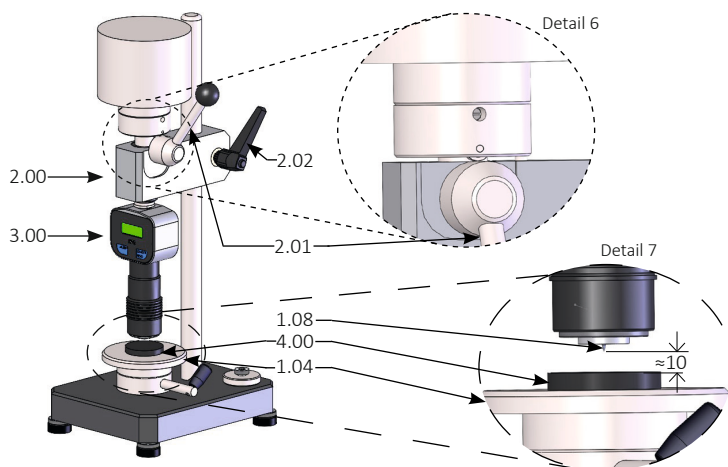

Fig. 7 Essai de dureté Shore D, C, D0
- › Déplacez le bras porte-pièce de sorte que le pénétrateur du duromètre (3.00) se trouve verticalement ≈ 10 mm au-dessus de l'échantillon à tester (voir Détail 6, Fig. 7).
- › Faites pivoter le levier de chargement (2.01) uniformément vers le bas jusqu'à ce que le poids ne repose plus sur le disque excentrique du levier de chargement (2.01) (voir Détail 6, Fig. 7).